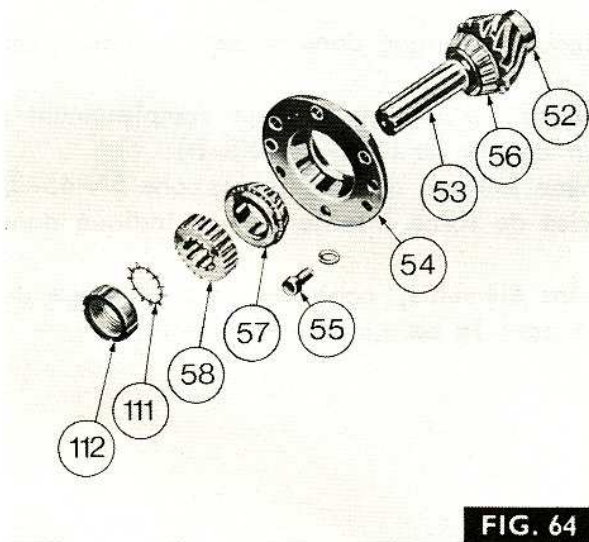
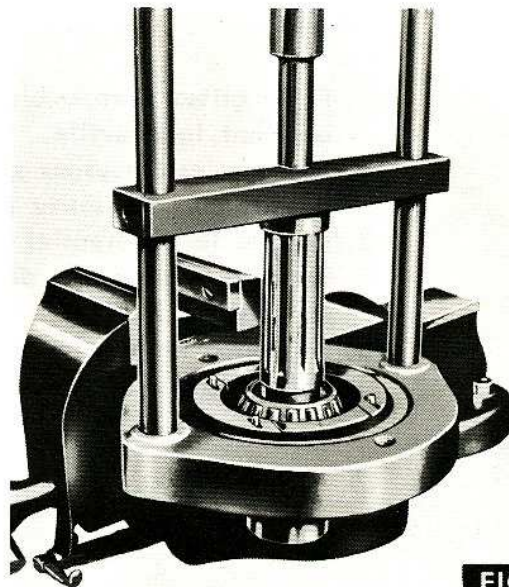
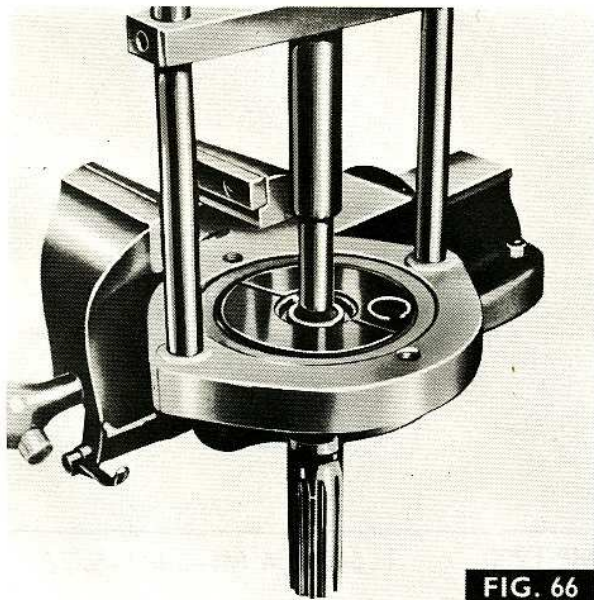

FIG. 64
FIG. 65
FIG. 66
3. Fig. 64. Déposer les 6 boulons spéciaux (55) fixant le carter de pignon d'attaque sur le carter central.
2. Fig. 64. Maintenir le pignon dans un étau avec mordaches, dégager la rondelle arrêtoir (111) puis dévisser l'anneau de blocage (112) à l'aide de la clé "C" 3150.
3. Déposer le moyeu cannelé (58) puis retirer le carter avec son cône de roulement avant (57).
4. Fig. 65. Monter le pignon d'attaque sur la presse manuelle MF 200 avec les adaptateurs MF 200-23 et MF 200-25 puis chasser le roulement (57).
5. Déposer le jonc d'arrêt fixant le roulement pilote (52) sur le pignon.
6. Fig. 66. Monter le pignon sur la presse manuelle MF 200 à l'aide de l'adaptateur MF 200-23 puis chasser le roulement pilote.